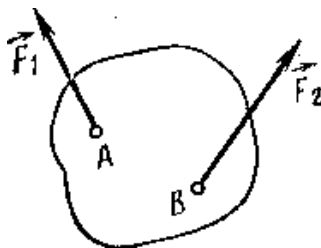

Рис. 1
15. К двум различным точкам твердого тела (рис. 1) приложены две непараллельные, но действующие в одной плоскости силы. Можно ли для сложения этих сил применить правило параллелограмма или треугольника?